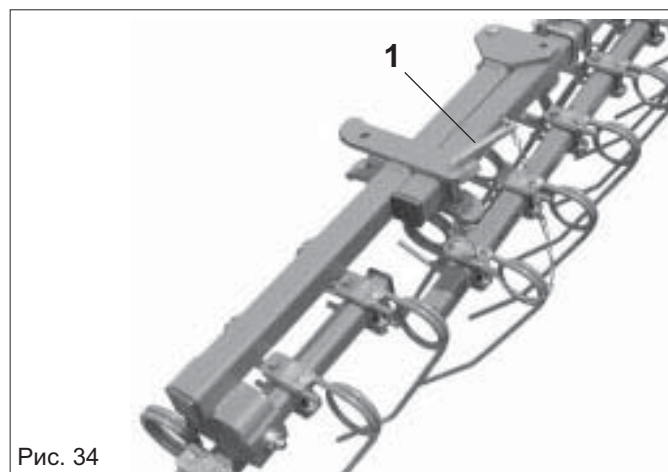

Рис. 34
- 4) Открыть боковые крылья бороны прикрытия семян на складывающихся машинах (GIGANTE), заблокировав их прилагаемыми штифтами (1 Рис. 34).